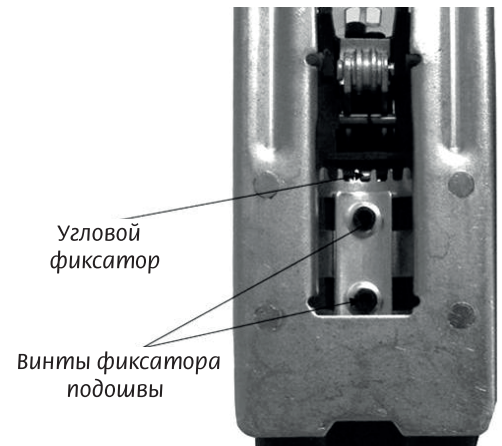

Рис. 3
- Ослабьте винты фиксатора опорной подошвы, используя поставляемый в комплекте ключ -шестигранник (См. Рис.3).